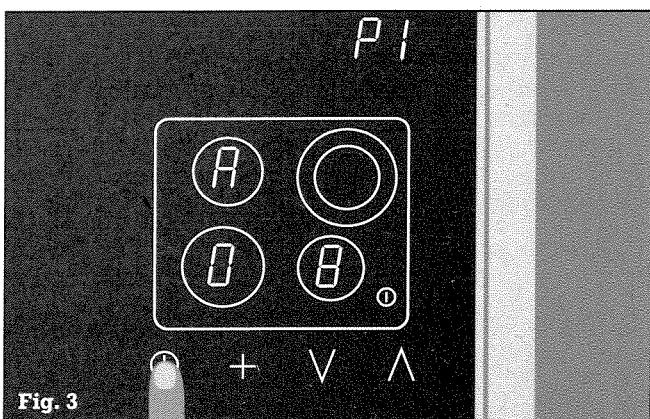

Fig. 3
- Accione el símbolo temporizador \odot , para guardar el valor. Suenan una señal acústica y $P 1$ brilla de modo constante (Fig. 3).